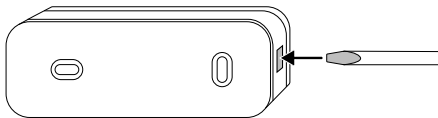

Fig. 1
- ◆ Rimuovere il supporto per montaggio a parete ⑩ dal lato posteriore del trasmettitore infilando un cacciavite a taglio nell'apertura laterale e staccandolo con cautela dal trasmettitore (vedere fig. 1).